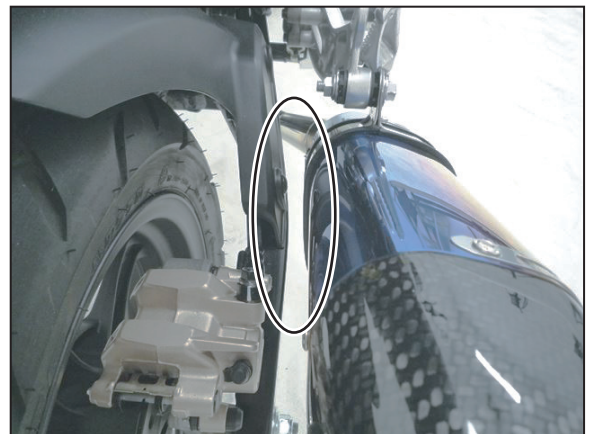

FIG. 8
7. マフラーと車両のクリアランスや、サイレンサーの傾きを調整し、エキゾーストパイプ→サイレンサーステーの順に、仮締めしていたボルト・ナットを規定トルクで締め付けて下さい。(FIG. 8, 9 参照)